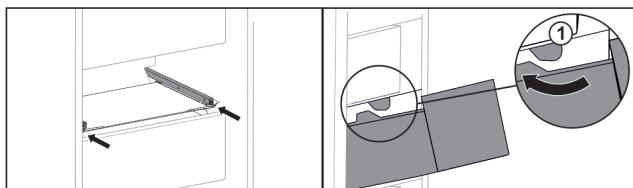

Fig. 100
- Обведите выдвижной ящик вокруг стопора Fig. 100 (1).